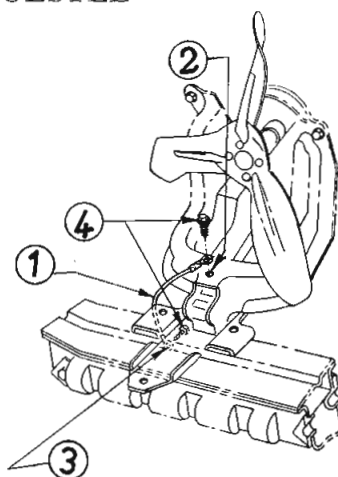

fig. 1
Door het ontbreken van deze doorverbinding zullen de normale ontstoringmaatregelen niet het verlangde effect hebben. Men dient dus allereerst een aardstrip aan te brengen op de in fig. 1 aangegeven plaats. Daarin is pos. 1 de aardstrip; pos. 2 en 3 zijn bestaande gaten, voorzien van schroefdraad en pos. 4 zijn de beide bevestigingsschroeven.